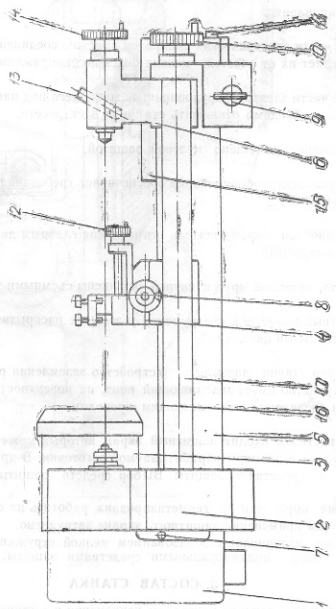

Рис. 4
5.1. Станок поставляется в токарно-центровом исполнении и состоит из следующих узлов (рис. 4): привод 1, шпиндельная бабка 2, электродвигатель 3, суппорт 4, станина 5, задняя бабка 6, коробка электрооборудования 15.
6.1. Органы управления (рис. 4)